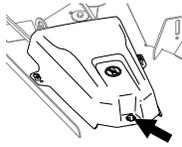

Figura 6
4. Tire hacia arriba del lado de la cubierta que tiene un anillo de goma y retire la cubierta (Figura 6).